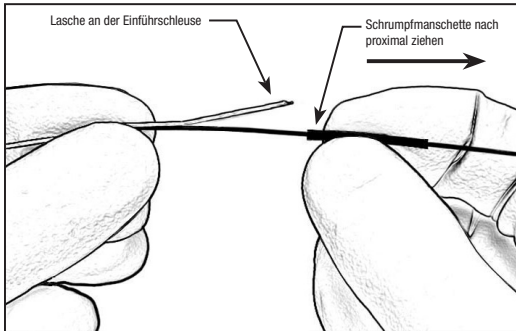

Abbildung 3 – Schrumpfmanschette proximal ziehen
16. Das Produkt knapp distal zur Schrumpfmanschette halten und die Schrumpfmanschette nach proximal ziehen, um die Lasche der Einführschleuse freizulegen. (siehe Abbildung 3).